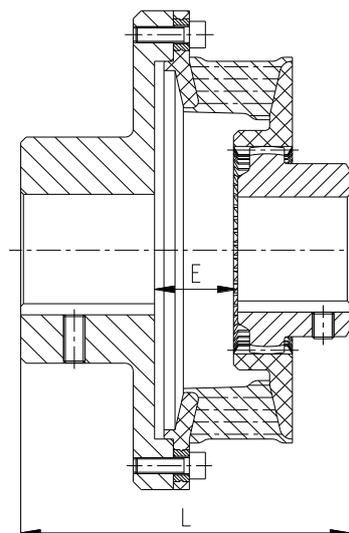

Bild 16: Kupplungseinbau (Beispiel: Bauart HEW1)
- Verschieben Sie die Maschinenteile in axialer Richtung bis das Einbaumaß E bzw. L erreicht ist (siehe Bild 16 sowie Tabelle 1 und 2).